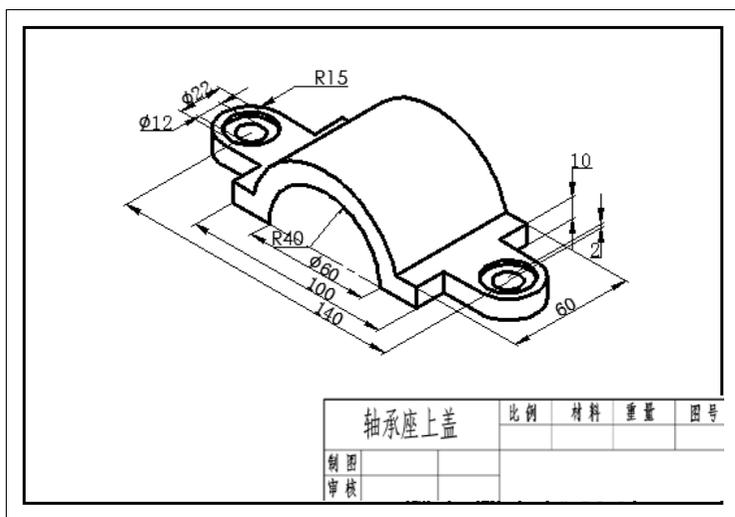

图 12.2.1 轴承座上盖
下面以图 12.2.1 所示的轴承座上盖为例，介绍绘制轴测图的一般操作步骤。
(2) 参照步骤 (1) 的操作, 选取顶轴测面上与 X 轴平行的尺寸“60、 $\Phi 22$ 、 $\Phi 12$ ”, 将倾斜角度值设置为 -30° ; 选取左轴测面上与 Z 轴平行的尺寸“10、2”为编辑对象, 将倾斜角度值设置为 30° 。最终结果如图 12.2.1 所示。